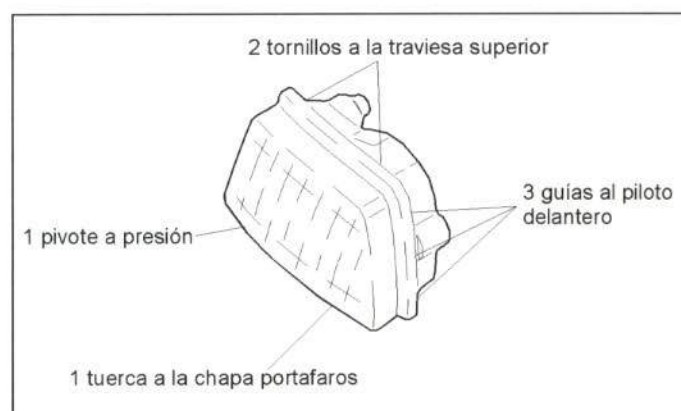

Figura 14.- Unión del faro delantero
En la figura 14 se muestra la unión del faro delantero con el resto de la carrocería.
- Faros (ambos) (figura 14).
- Faros (figura 14).